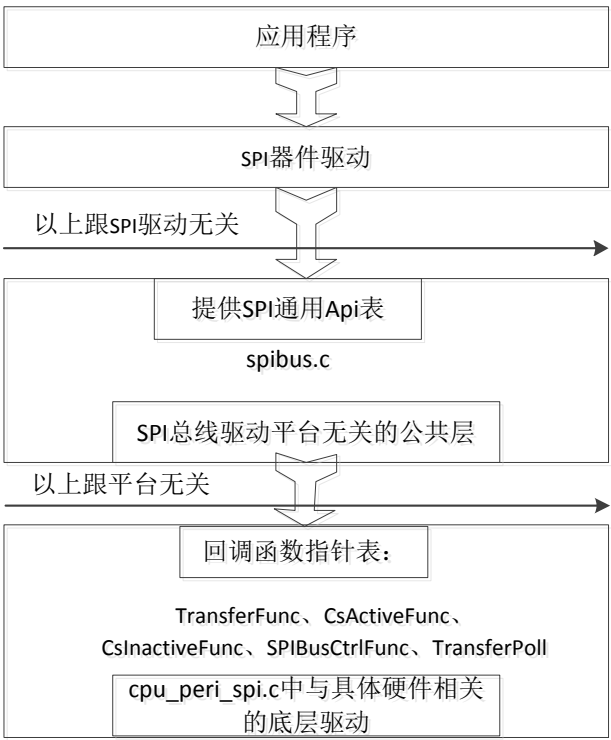

图 4-1 SPIBus 总线驱动架构
SPIBus 是 DjyBus 模块的一个子模块，其结构如图 4-1所示，它为 SPI 器件提供标准的、一致的应用程序编程接口，并且规范了硬件驱动接口。驱动接口分为总线控制器接口和 SPI 器件接口两部分，驱动的重点是总线控制器，而器件接口实际上就是配置一下该器件的物理参数。
- 2、实现图 4-1中的 5 个回调函数（哪些需要实现，参考后续章节）。